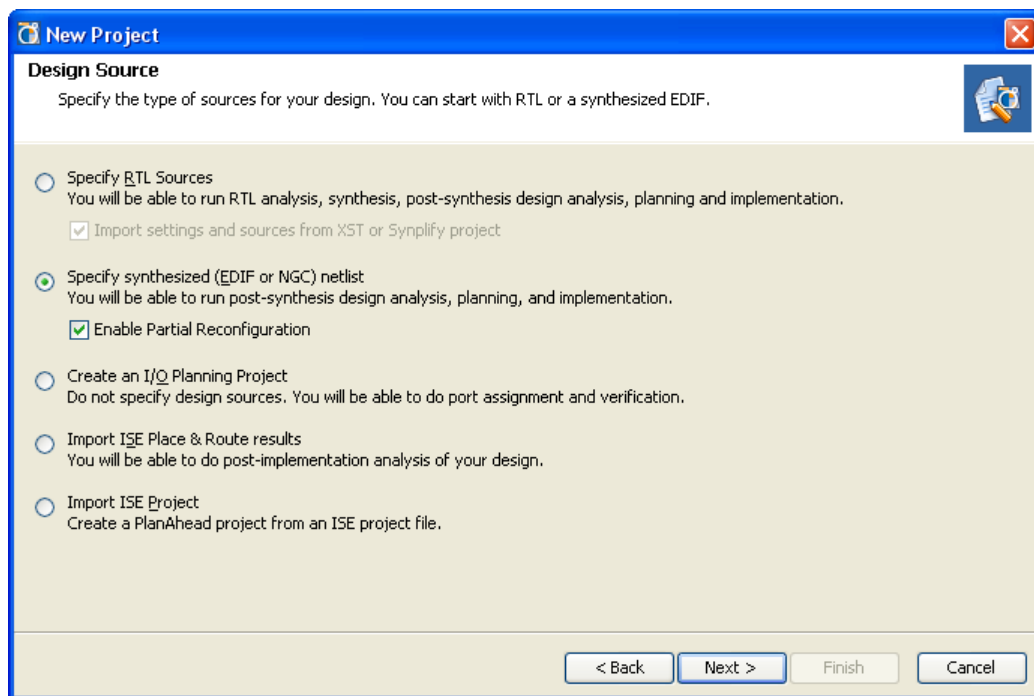

Figure 3-2: New Project ウィザード :[Design Source] ページ
36 ページの図 3-2 に示す [Design Source] ページで、入力デザイン ソースのフォーマットを選択します。
2. 36 ページの図 3-2 に示す [Design Source] ページで [Specify RTL Sources] をオンにします。